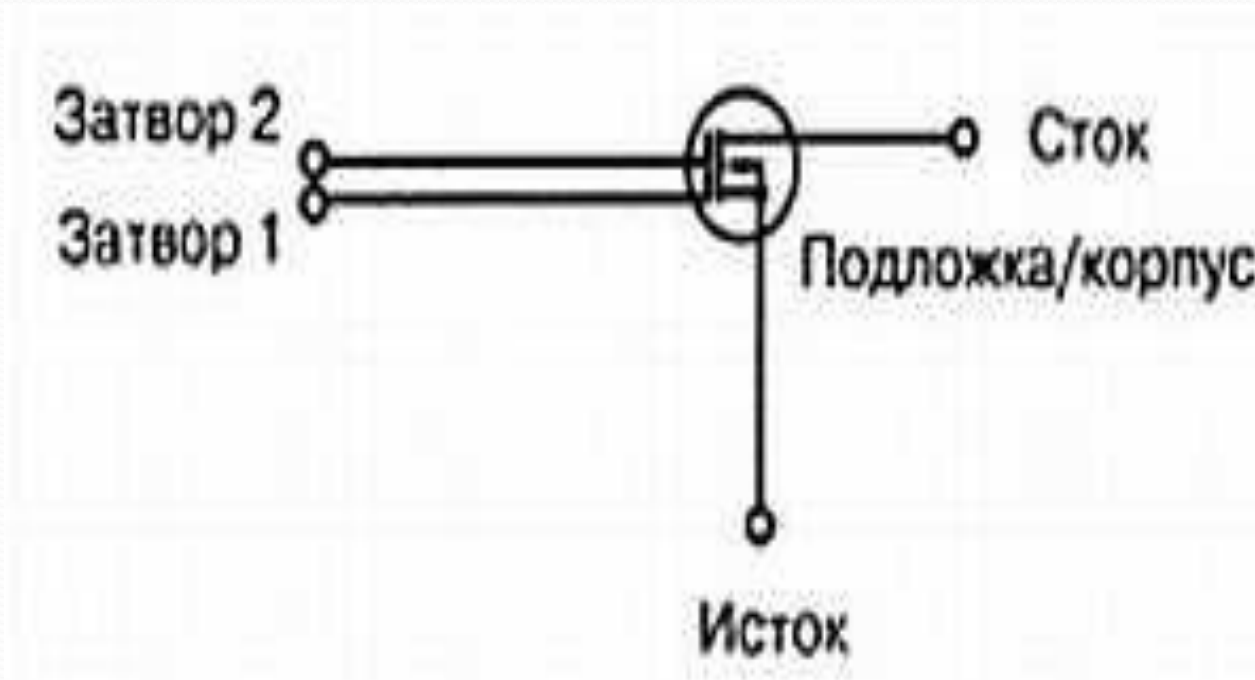

Рис. 1.27. Схематическое изображение двухзатворного МОП-транзистора с каналом n -типа
- По этой причине при перемещении у МОП-транзисторов затвор и исток закорачиваются. Для этого их выводы скручиваются вместе, или на них надевается специальная пружина. Защищенный МОП-транзистор с двойным затвором позволяет решить эту проблему, правда, за счет уменьшения входного сопротивления (рис. 1.27).